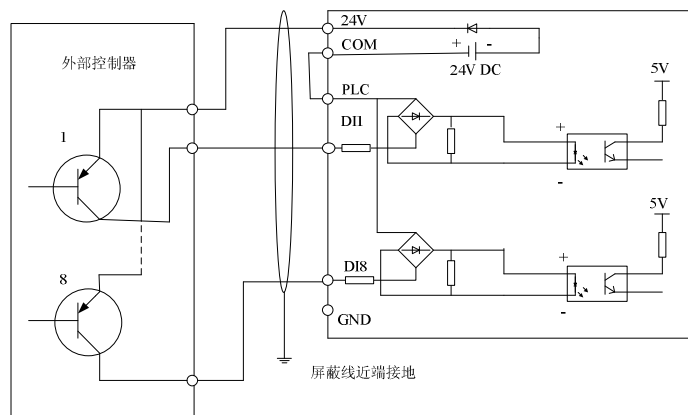

图 1-5 使用驱动器内部+24V电源的连接方式
- 2) 使用驱动器内部+24V电源，外部控制器为PNP型的连接方式（注意去除PLC与24V端子间的连接线，短接PLC和COM端子），如图1-5所示。